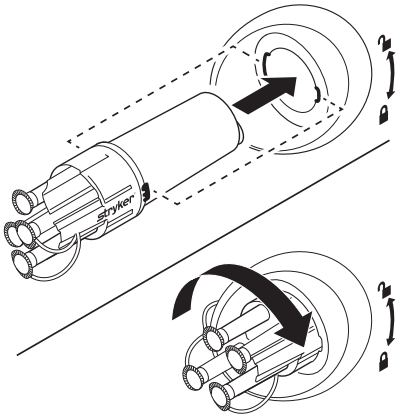

Figura 3 Installazione e blocco del collettore
1. Allineare il collettore inchiodato all'attacco scanalato e spingere il collettore nell'attacco del contenitore desiderato dell'Unità mobile (Figura 3).